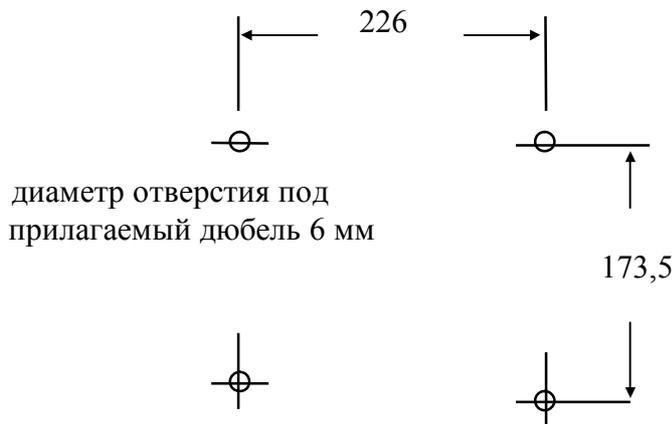

Рис. 2 Разметка под крепление передатчика и приемника
- произвести разметку крепления в соответствии с рис.2, установить дюбели и закрепить передатчик с помощью шурупов;